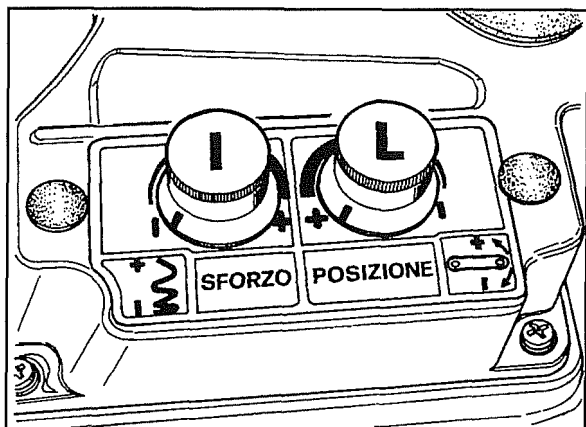

Fig. 51
- b. Indipendentemente dalle decalcomanie di fig.51 e 52, ruotare ambedue i reostati **I-L** a fine corsa nel senso antiorario.